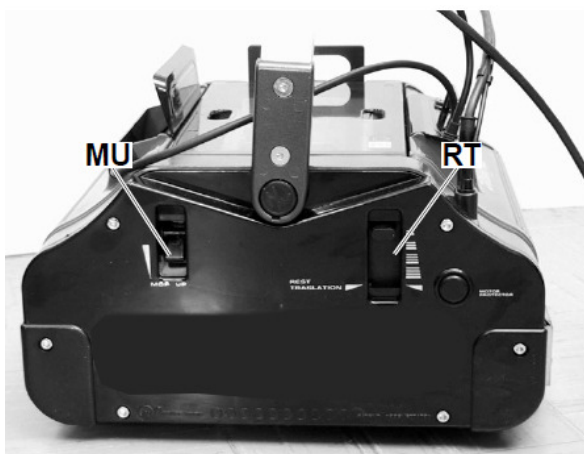

Abb. 11: MU-Schalter und RT-Anzeige
Schritt 2: Den Hebel MOP-UP (Abb.11) nach oben stellen.